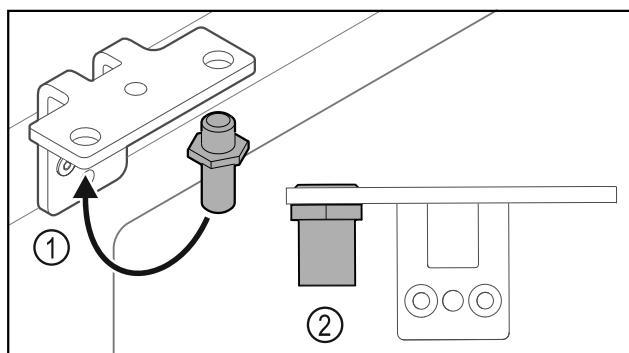

Fig. 35
- Perkelkite kaištį Fig. 35 (1) šarnyriniame kampuotyje.
- Priveržkite kaištį Fig. 35 (2) **12 Nm** sukimo momentu.